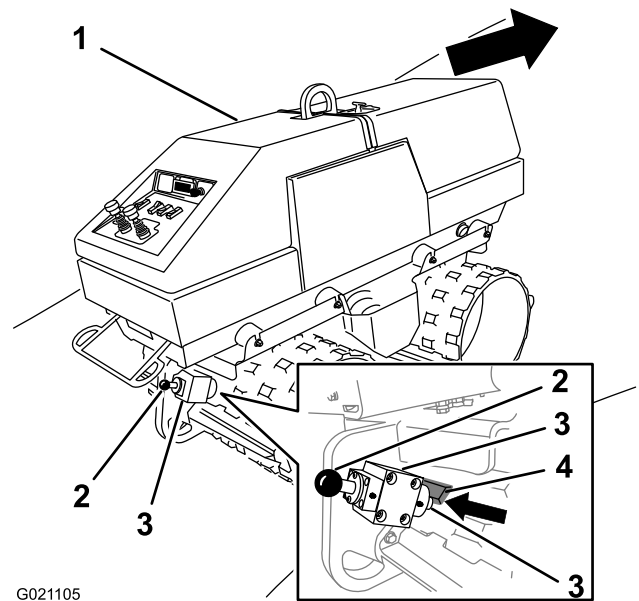

**Figura 31**
6. Suelte suavemente el mando del freno de estacionamiento y deje que se retraiga en el alojamiento del freno de estacionamiento, hasta que el émbolo esté apoyado contra el lado del taco del tambor y contra la superficie del tambor (Figura 31, Figura 30, Figura 33, y Figura 32).
- Si la máquina está aparcada **cuesta abajo**: alinee el lado **superior** del taco del tambor contra el émbolo del freno de estacionamiento (Figura 31 y Figura 30).